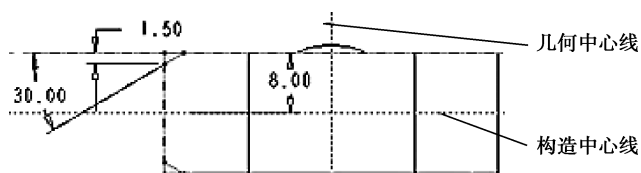

图 6-70 绘制三角形草图
(3) 单击【旋转】按钮，点选 DTM2 为草绘平面，绘制几何中心线、构造中心线及两个三角形，如图 6-70 所示，单击【移除材料】按钮，单击完成旋转移除特征的创建。